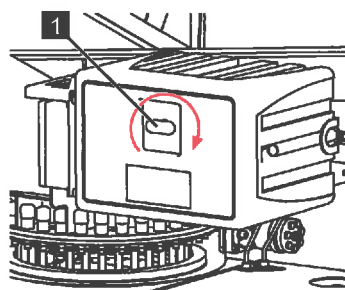

Abb. 199
3. Verriegelung (Abb.199/1) im Uhrzeigersinn drehen und die Klappe nach hinten ziehen.
4. Abdeckkappe auf die Verriegelung (Abb.199/1) drücken.